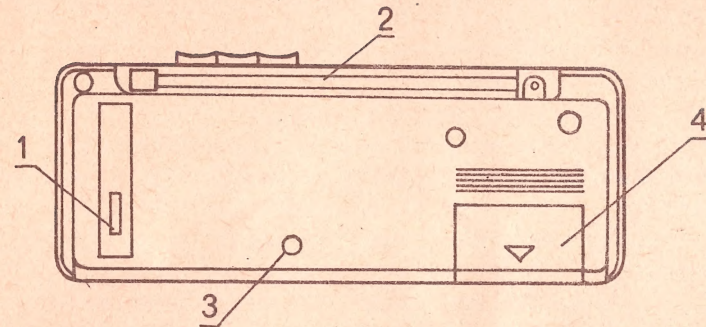
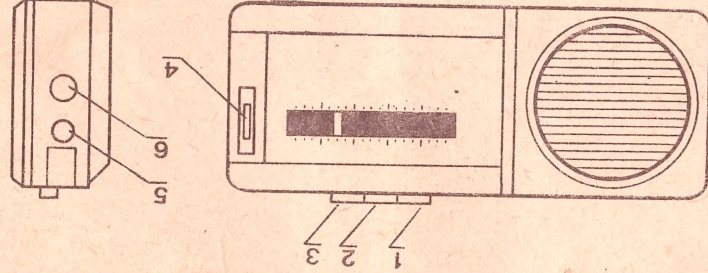

Рис. 2. Вид радиоприёмника "Вега РП-240" сзади
Рис. 1. Вид радиоприемника "Бета PP-240" спереди и слева
предварительно необходимо поставить вертикально и выдвинуть на всю длину телескопическую антенну (поз. 2 рис. 2). Поворачивая радиоприёмник вокруг вертикальной оси при работе с диапазонами ДВ и СВ или изменяя наклон телескопической антенны при работе с диапазоном УКВ, добейтесь наилучшего приёма при наименьших помехах.
па ТМ-2Б (рис. 1). При включении телефонный громко-
5.6. При необходимости установить ремень для передоски (рис. 1
ремня (рис. 2 рис. 4) в направлении, указанным стрелкой на рис. 4.
5.1. Установите элемент питания в батарейный отсек, для чего откройте крышку батарейного отсека (поз. 4 рис. 2), потянув ее с усилием в направлении, указанном стрелками на крышке.
5.2. Вращая ручку ПРОВОД (поз. 1 рис. 2) вверх, включите радиоприемник и установите ручку в среднее положение.
Переключателем диапазонов (поз. 1, 2, 3 рис. 1) выберите нужный диапазон.
Вращением ручки НАСТРОЙКА радиоприемника (поз. 4 рис. 1) настройтесь на одну из работающих станций по наибольшему уровню громкости или по наилучшему качеству звучания. При работе с диапазоном УКВ
4.4. Расположение и назначение органов управления радиоприемника, гнезд и розеток для внешних соединений показано на рис. 1 и рис. 2.